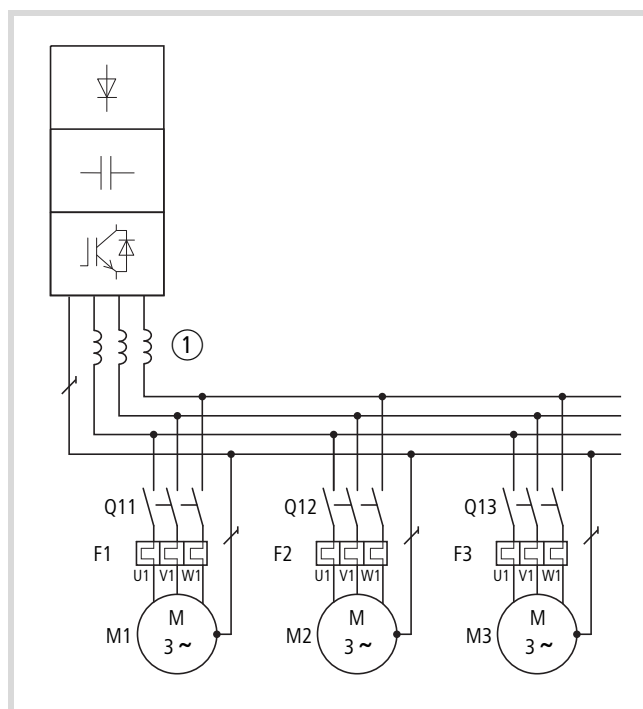

Figura 12: Collegamento in parallelo di più motori sullo stesso convertitore di frequenza
Attraverso il collegamento in parallelo dei motori si riduce la resistenza di collegamento sull'uscita del convertitore di frequenza. L'induttività complessiva degli statori si riduce e la capacità parassita dei cavi aumenta. In tal modo aumenta la distorsione elettrica rispetto al collegamento di un singolo motore. Per ridurre la distorsione elettrica occorre utilizzare delle bobine motore (vedere ① in figura 12) sull'uscita del convertitore di frequenza (vedere anche paragrafo "Bobine di reattanza motore", pagina 174).